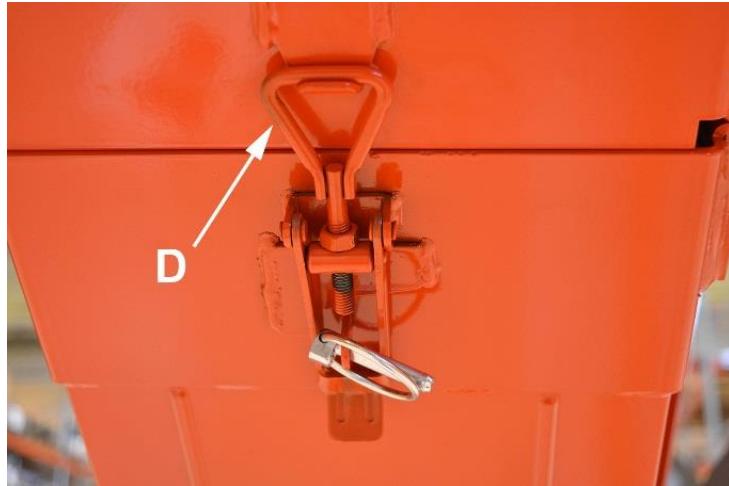

Bild 8.
10. Lyft transportören till önskad vinkel med hjälp av en vinsch (max. 40°) och lås utmatningstransportörens övre del i driftläge genom lås D på bild 8.
2. Frigör låsning D på bild 8 och sänk transportören i det nedersta möjliga läget med en vinsch.